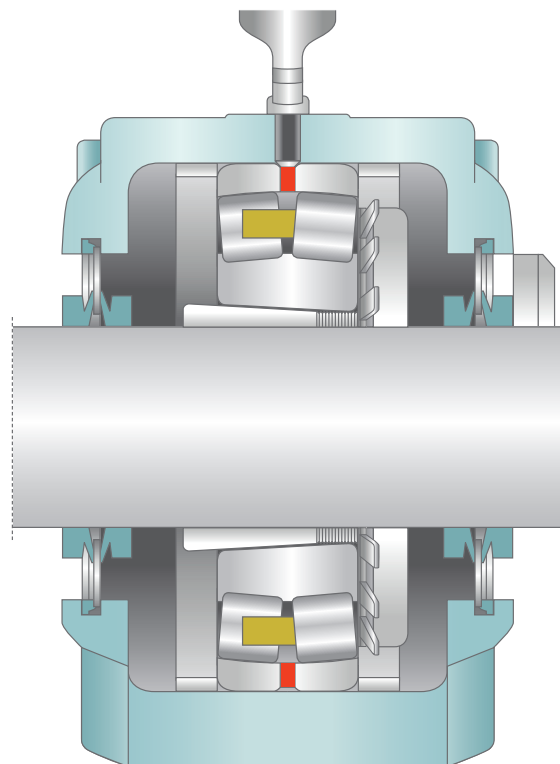

Рисунок 7:
- подшипники качения LFD, имеющие дорожку с отверстиями для смазывания на наружном кольце (серии W20, W26, W33...), должны смазываться непосредственно через внешнее кольцо (**рисунок 7**).